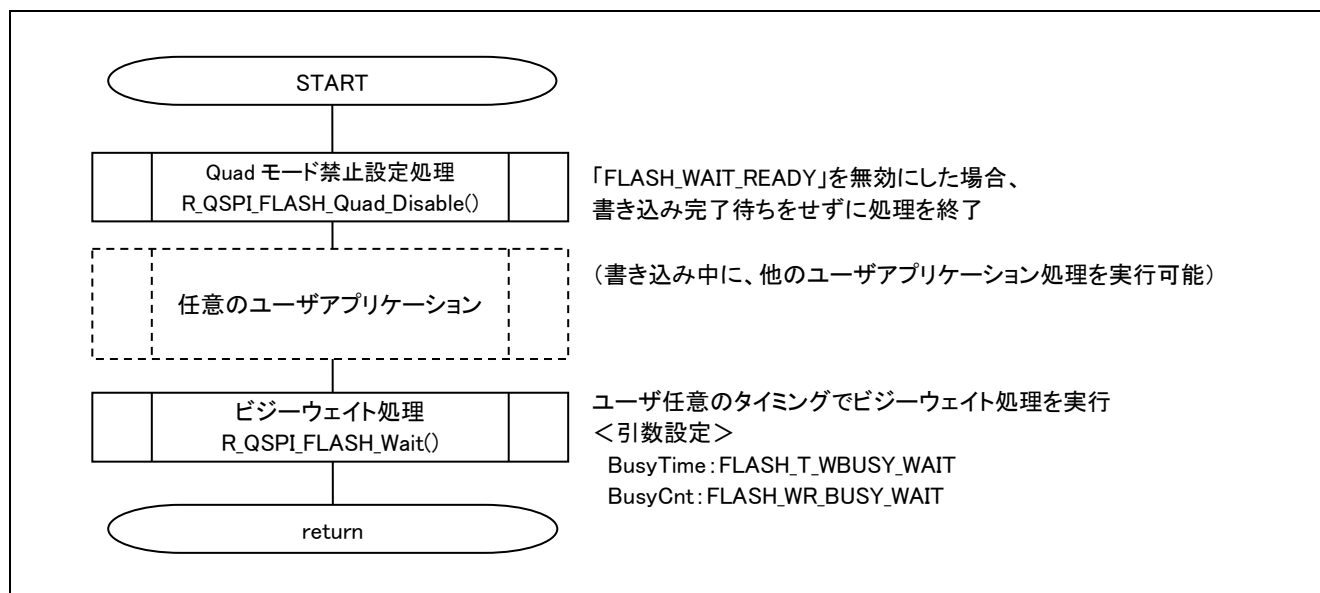

図 5-19 R_QSPI_FLASH_Wait()を使用した Quad モード禁止設定完了待ち方法
説 明	・ステータスレジスタの Quad Enable (QE) bit を 0 に設定し、Quad モードをキャンセルします。 ・処理終了後、ステータスレジスタを読み出して、QE bit を確認してください。 ・Quad Enable (QE) bit は、Non-volatile bit です。一度 Quad モードに設定した後、Quad モードを禁止にする場合、本関数を実行してください。 ・書き込み完了待ちの方法は二種類あります。以降にその方法を示します。なお、次の処理（書き込み／読み出し／消去等）は、書き込み完了を確認した後、実行してください。 ＜本ユーザ API で完了待ちを行う場合＞ r_qspi_flash_mx25l.h の「FLASH_WAIT_READY」を有効にしてください。 ＜本ユーザ API で完了待ちを行わない場合＞ r_qspi_flash_mx25l.h の「FLASH_WAIT_READY」を無効にし、本ユーザ API の処理が完了した後、R_QSPI_FLASH_Wait()をコールしてください。この処理方法では、ユーザの任意のタイミングで書き込み完了待ちを確認することができません。使用方法は図 5-19 を参照してください。